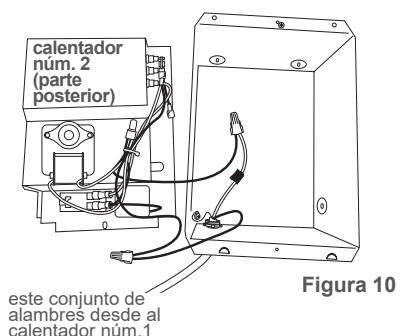

Figura 10
1. Dirija el alambre de suministro eléctrico desde el cortacircuito to heater #1. Quite los destapadores y conecte dos juegos de alambres del suministro eléctrico con dos conectores de abrazadera para cable (no incluidos) dejando un mínimo de 6 pulgadas (15.2 cm) de alambre conductor—un conjunto desde el cortacircuito y el otro hacia el calentador núm. 2 (Ver la Figura 10).
2. Los dos alambres de tierra del suministro en la cámara de pared del calentador núm. 1 necesitan hacer una conexión de 3 alambres con el tornillo de puesta a tierra. Conecte un alambre corto de tierra de cobre al tornillo de conexión a tierra en la cámara de pared. Conecte este alambre y los dos alambres de puesta a tierra del suministro con un conector de alambre (no incluido) (Ver la Figura 10).